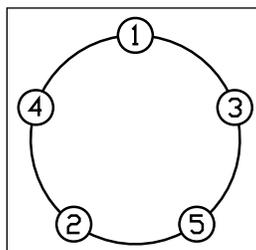

Figura 2-1. Patrón de par de las ruedas
2. Apriete los pernos/tuercas en la secuencia indicada en la Figura 2-1.